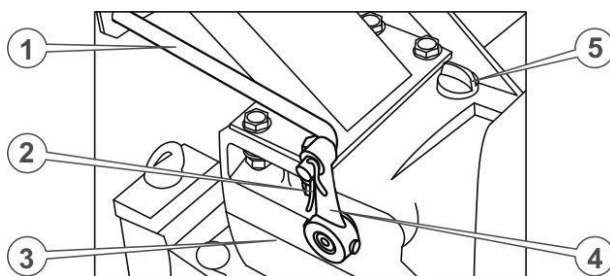

Рисунок 5.4 – Редуктор та важіль КПП
28. Встановити важіль перемикання передач, протягнувши його через вушко на кермі та вставивши кінцевим загином в отвір у коромислі на коробці перемикання передач (див. рис. 5.4), зафіксувати важіль шплінтом.